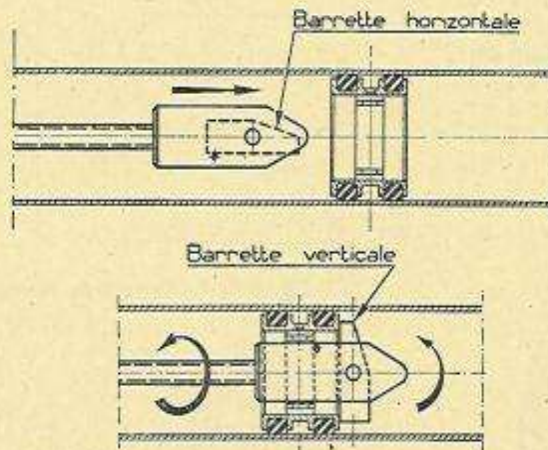

Fig. 101. — Mise en position de l'extracteur n° 6.763-02 pour entrainer le roulement milieu de l'arbre de transmission.
* Introduire l'extracteur spécial 6.763.02, en choisissant la position qui convient pour que la barrette reste horizontale (fig. 101).